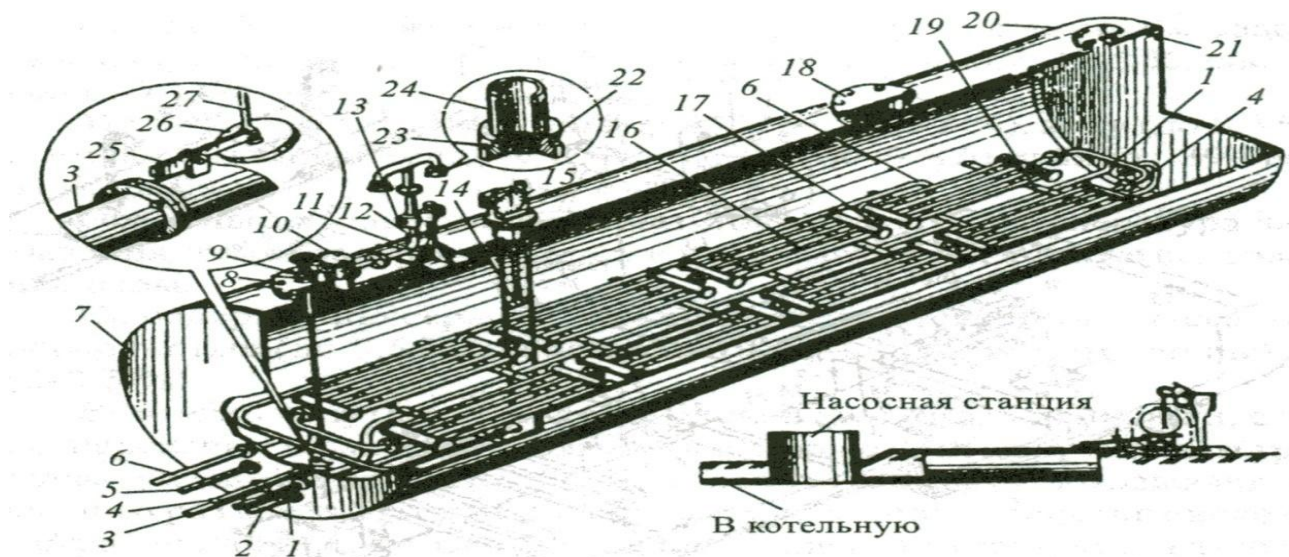

Рис. 24. Горизонтальный металлический резервуар:
- Мазутные резервуары выполняются металлическими или железобетонными, наземными или подземными (рис. 24, 25).